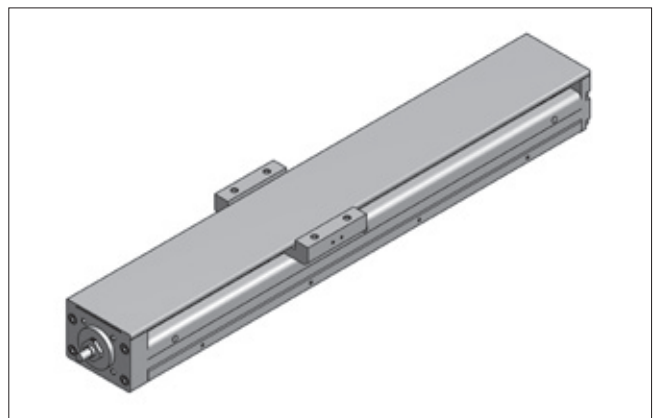

Bild 5.12 ____ AXBG mit Abdeckblech
- Optimaler Schutz der innenliegenden Führungs- und Antriebselemente durch den optionalen Einsatz von Abdeckblechen (Bild 5.12)